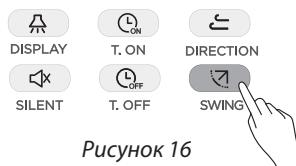

Рисунок 16
- Якщо пристрій увімкнено, то натискання на кнопку  (див. Рис. 16) активує функцію коливання жалюзі, на дисплеї ПДК загориться піктограма , та жалюзі внутрішнього блоку почнуть коливатися.